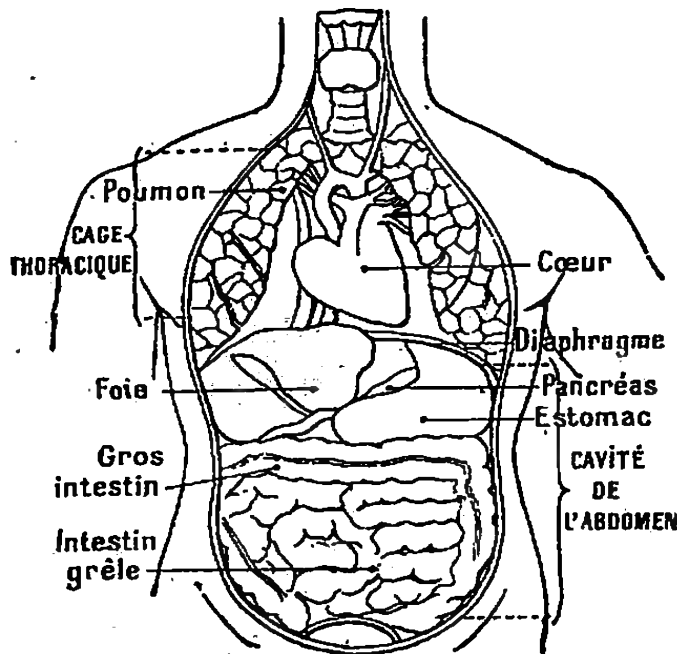

Fig. 137. — Organes de la nutrition.
2. Disposition des organes de nutrition. — Dans la *cage thoracique* (fig. 137) se trouvent les deux **poumons**, organes essentiels de la *respiration*, entre lesquels est placé le **cœur**, organe central de la *circulation*. Au-dessous de la cage thoracique, close par le *muscle diaphragme*, se trouve la *cavité de l'abdomen*, qui renferme l'**estomac** et les **intestins**. Les organes de la *sécrétion* sont dispersés dans tout le corps.